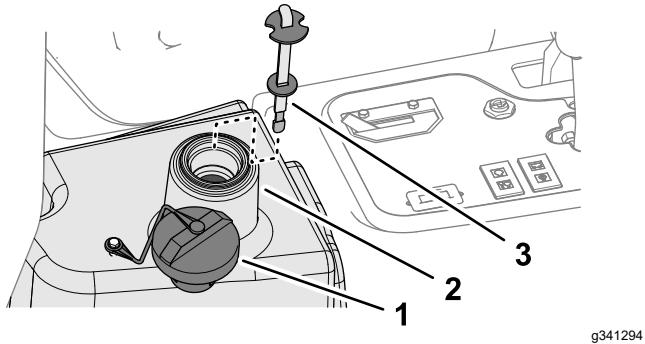

Figura 91
4. Riempite il serbatoio idraulico (Figura 91) con circa 22,7 litri di fluido idraulico; fate riferimento a Specifiche del fluido idraulico \(pagina 64\).